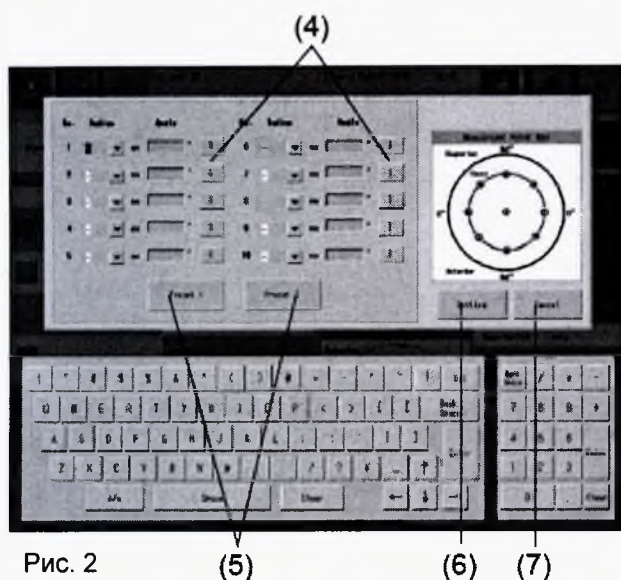

Рис. 2
- 1) Коснитесь кнопки “Meas Point” (1) для вывода на дисплей точек измерения в поле результатов измерения (2).
- 2) Для изменения точки измерения коснитесь кнопки “Change Meas Point” (3). На дисплее открывается окно изменения точки измерения (Рис. 2).
- 3) При касании нужного вам поля в окне изменения точки (Рис. 2), поле становится активным. Используя клавиатуру, введите требуемые значения. Для "S/L" показание переключается с "S" на "I" при каждом прикосновении к кнопке (4).
- 4) Чтобы установить настройки, имеющиеся в утилитах, коснитесь кнопки "Preset" (5). (Читайте раздел 3.12.2 р "Настройка толщины роговицы").